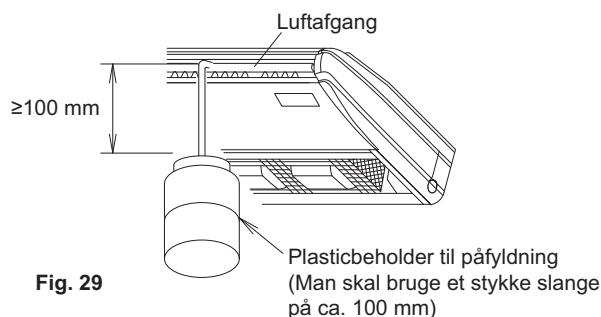

Fig. 29
(2) Når rørinstallationen er afsluttet, skal du kontrollere, at drænvandet flyder uhindret.
- Hæld langsomt 0,6 liter vand til drænkontrol ind i afløbsbakken gennem luftafgangen. (Se fig. 29)